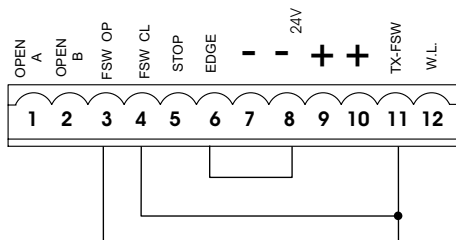

Fig. 5
N.B. Se non vengono utilizzati dispositivi di sicurezza, ponticellare i morsetti come in fig. 5.
Nota bene: Se non vengono collegati dispositivi di sicurezza in apertura, ponticellare gli ingressi OP e -TX FSW (fig. 5).
Nota bene: Se non vengono collegati dispositivi di sicurezza in chiusura, ponticellare i morsetti CL e -TX FSW (fig. 5).
Nota bene: Se non vengono collegati dispositivi di sicurezza costa, ponticellare gli ingressi EDGE e - (fig. 5).